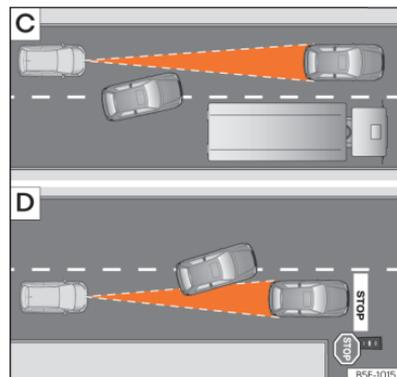

Abb. 120 **C**) Fahrspurwechsel eines anderen Fahrzeugs. **D**) Abbiegendes und weiteres stehendes Fahrzeug.
- Fahrzeuge, die in geringem Abstand auf die eigene Fahrspur wechseln »» (Abb. 120) [C].
ACC reagiert nicht auf stehende Fahrzeuge. Wenn z. B. ein von der ACC erfasstes Fahrzeug abbiegt oder ausschert und sich vor diesem Fahrzeug ein stehendes Fahrzeug befindet, reagiert ACC nicht auf das stehende Fahrzeug »» (Abb. 120) [D].